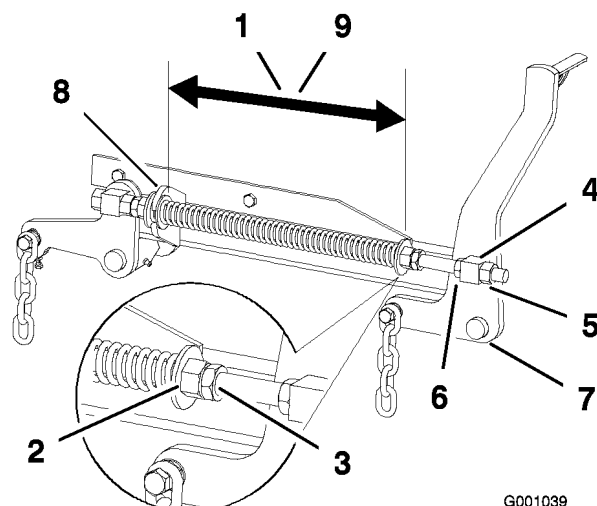

Figure 60
2. Vérifiez que les deux grandes rondelles sont espacées de 28,2 cm pour les plateaux de coupe de 52 pouces, et de 26,7 cm pour les plateaux de coupe de 60 pouces (Figure 60).
3. Réglez cette distance en desserrant l'écrou de blocage du ressort et en tournant l'écrou devant chaque ressort (Figure 60). Tournez l'écrou dans le sens horaire pour raccourcir le ressort, et dans le sens inverse pour l'allonger.
4. Bloquez l'écrou en position en serrant l'écrou de blocage du ressort (Figure 60).